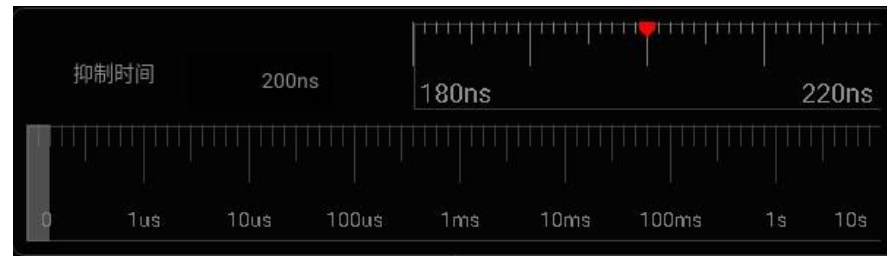

Abbildung 6-11 Einstellungsoberfläche für die Trigger-Hold-Off-Zeit
- 1) Tippen Sie im Hauptmenü auf „Trigger“, um das Trigger-Menü zu öffnen. Tippen Sie unter „Allgemein“ auf das Feld hinter „Rejection Time“, um die Oberfläche zur Einstellung der Hold-Off-Zeit zu öffnen. Die Triggerzeit wird oben links angezeigt, die Zeitskala für die Feineinstellung oben rechts und die Zeitskala für die Grobeinstellung darunter, wie in Abbildung 6-11 dargestellt.